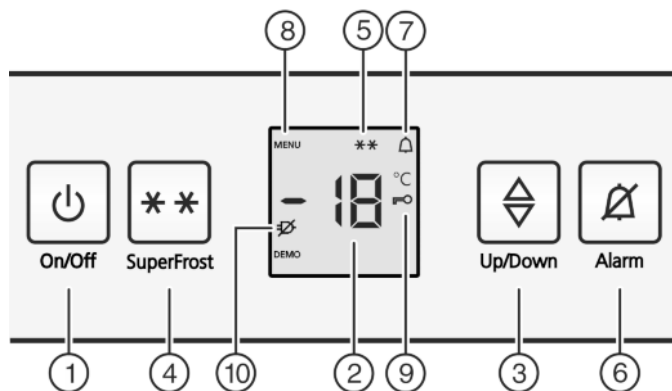

Fig. 2
- ▶ Apăsați tasta On/Off Fig. 2 (1).
- ▶ Activarea modului de reglare: Apăsați tasta SuperFrost Fig. 2 (4) timp de cca. 5 secunde.
- ▷ Pe afișaj apare simbolul Meniu Fig. 2 (8).
- ▶ Confirmați printr-o scurtă apăsare a tastei SuperFrost Fig. 2 (4).
- ▷ Simbolul protecției pentru copii Fig. 2 (9) se aprinde pe afișaj.
▶ Apăsați scurt tasta On/Off Fig. 2 (1).
- ▷ Simbolul protecției pentru copii Fig. 2 (9) se stinge.
- ▶ Apăsați scurt tasta On/Off Fig. 2 (1).
▶ Apăsați tasta Alarm Fig. 2 (6).
Totodată clipește și indicatorul de temperatură și simbolul Alarm Fig. 2 (7).
Avertizorul acustic este dezactivat automat, simbolul Alarm Fig. 2 (7) se stinge și indicatorul de temperatură încetează să mai clipească, atunci când temperatura revine la o valoare suficient de scăzută.